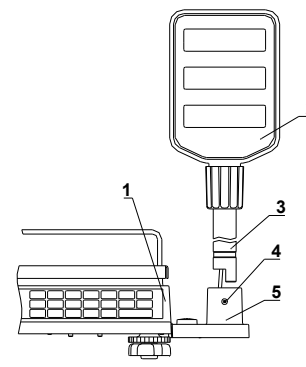

Рис. 6
- ориентировать ВД поз. 2 согласно рис. 6 - вырезом в стойке поз. 3 к корпусу весов поз. 1.
- вставить выносной дисплей в держатель поз. 5 рис. 6, не допуская изломов и защемления гибких кабелей, до упора.
- зафиксировать выносной дисплей с помощью винта поз. 4 рис. 6.